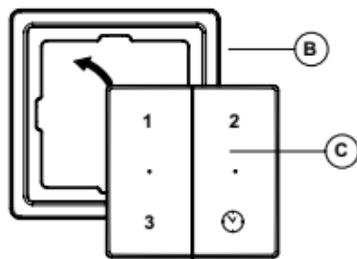

Fig. 5.
2. Positionnez l'interrupteur sans fil C (fig. 5) de sorte qu'il s'encliquette dans le cadre B.